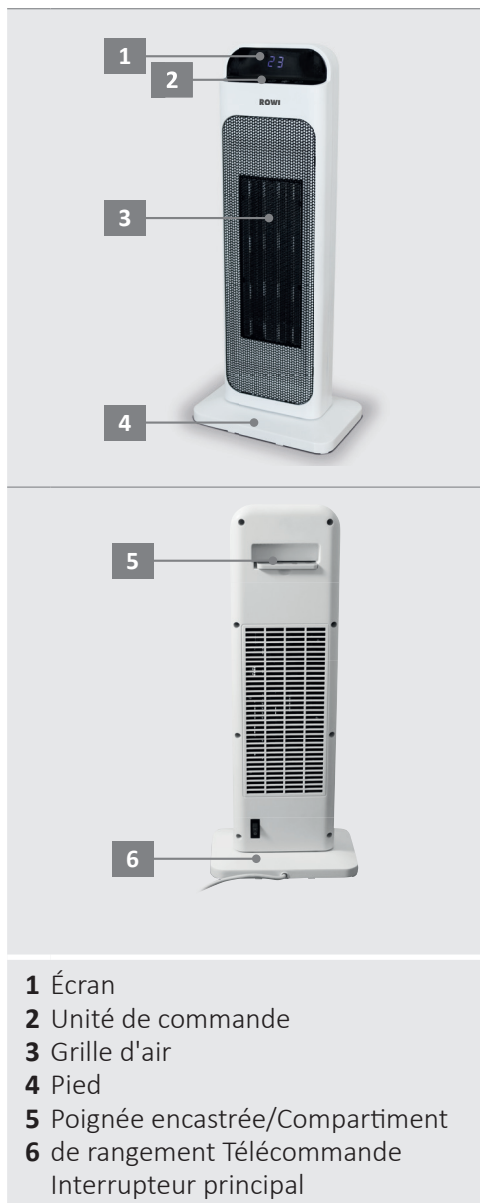

Fig. 1 : Vue d'ensemble de l'appareil
1. Assurez-vous que l'**interrupteur principal** (voir fig. 1, n° 6) est sur «0». Branchez ensuite la colonne de chauffage céramique sur une prise de courant reliée à la terre et protégée par un disjoncteur différentiel.
Tous les réglages suivants peuvent être effectués aussi bien à l'aide de l'unité de commande (fig. 1, n° 2) que de la télécommande fournie. Pile au lithium incluse (type CR2025 ; 3 volts ; 1 pile)
2. Actionnez ensuite l'interrupteur principal (fig.1, n° 6) situé à l'arrière de l'appareil pour l'éteindre complètement.